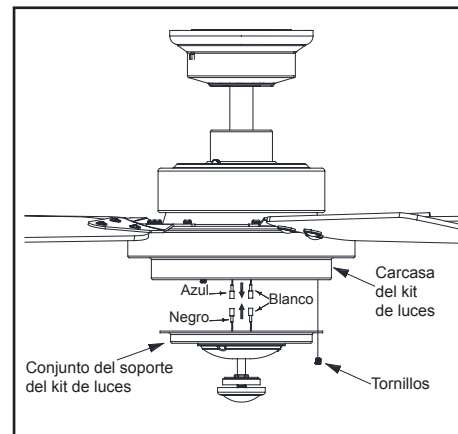

Figura 15
1. Quita un tornillo de la carcasa del kit de luces y afloja, pero no quites, los otros dos. Conecta los cables del conjunto del soporte del kit de luces a los cables del conjunto motor-ventilador uniendo los enchufes moldeados del adaptador. Coloca con cuidado todos los cables y empalmes dentro de la caja del interruptor. (Figura 15)
2. Empuja el conjunto del soporte del kit de luces hacia arriba de manera que las cabezas de los dos tornillos aflojados encajen en las ranuras tipo ojo de cerradura. Gira el conjunto del soporte kit de luces hacia la derecha y aprieta los tornillos. Vuelve a instalar el tornillo que retiraste en el paso 1 y apriétalo firmemente. (Figura 15)